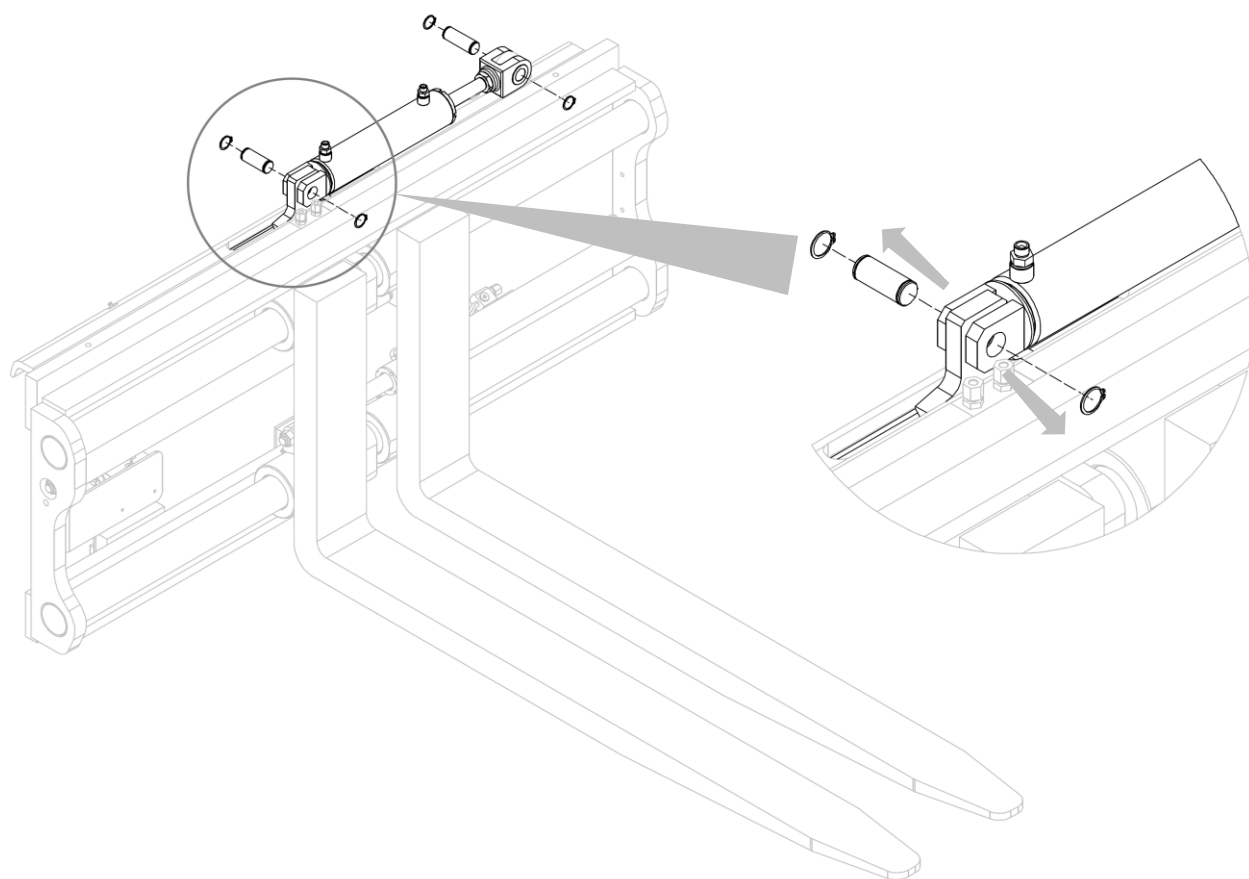

Figura 5
5. Rimuovere gli anelli elastici per poter togliere i 2 perni che bloccano il cilindro dello spostamento laterale (vedi *Figura 5*).